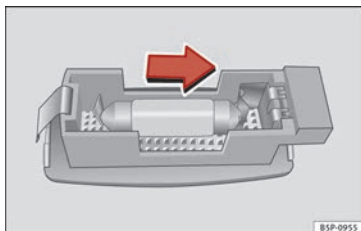

Fig. 201 Desmontaje de la luz del parasol.
- Retire la luz con cuidado, utilizando un destornillador por su parte plana, tal como indica la figura »» fig. 201.
- Retire la lámpara moviéndola en el sentido de la flecha y hacia afuera »» fig. 201.